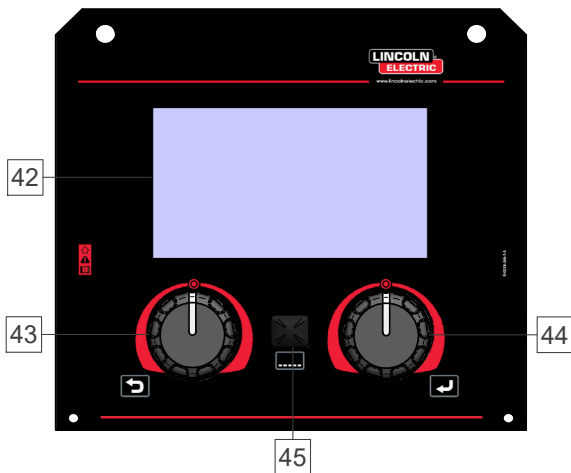

Figura 8
- Vista avançada (Figura 8.)
- Selecione uma das vistas (Padrão – Figura 7 ou Avançada – Figura 8.).